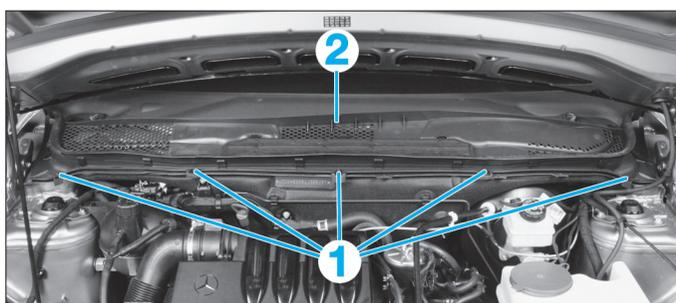

FIG. 9
- Déposer les 5 vis (1) (Fig.9).
- Tirer la grille d'auvent (2) vers le bas afin de la dégrafer du pare-brise.
- Sortir la grille d'auvent (2).